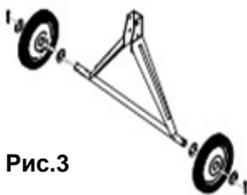

Рис.3
2. Сборка поддерживающей опоры (рис.3).